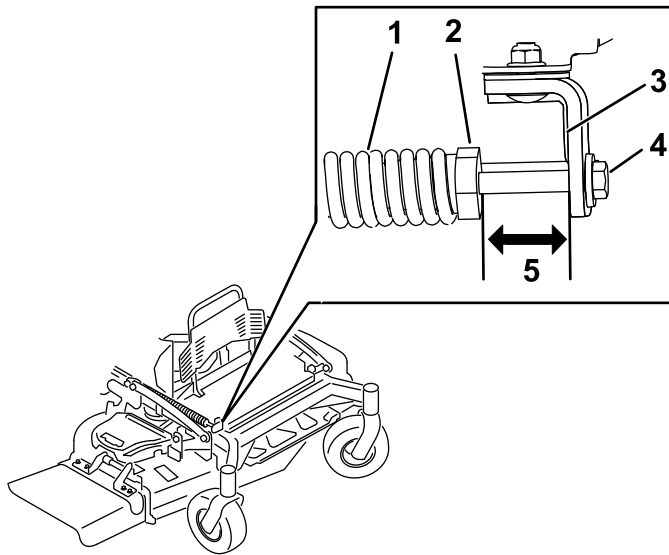

Figure 83
2. Vérifiez la distance entre l'écrou de ressort et l'arrière du support soudé (Figure 83).
3. La distance doit être comprise entre 64 et 89 mm (2,5 et 3,5 po), comme montré à la Figure 83.
4. Au besoin, réglez la distance en ajustant le boulon sur l'avant du support (Figure 83).